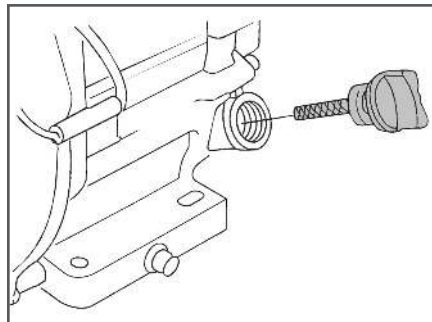

Рис. 21. Крышка-щуп маслозаливной горловины
2. Открутите крышку-щуп маслозаливной горловины и извлеките щуп (Рис. 21).
2. Выкрутите крышку-щуп маслозаливной горловины и извлеките щуп (Рис. 21).